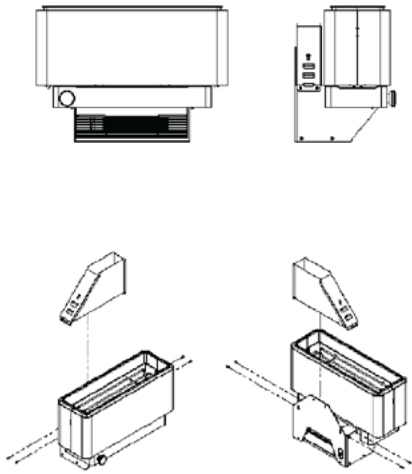

Abbildung 3.2: Entfernung des Abzugssockels
Siehe Abbildung 3.2 bis Abbildung 3.8
3.2.1. Lösen Sie die 4 Befestigungsschrauben, mit denen der Abzugssockel befestigt ist, und senken Sie den Abzugssockel ab (Abbildung 3.2).